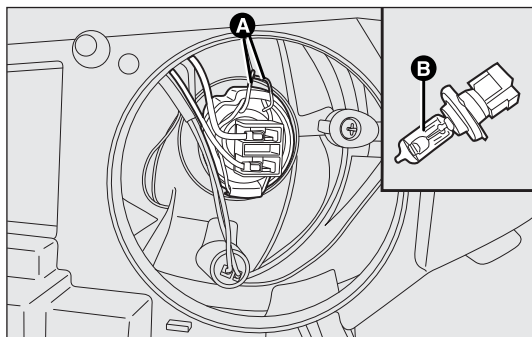

fig. 152
- ☐ desenganche los muelles de sujeción de la lámpara A-fig. 152;
- ☐ extraiga la lámpara B-fig. 152 del conector y sustitúyala;